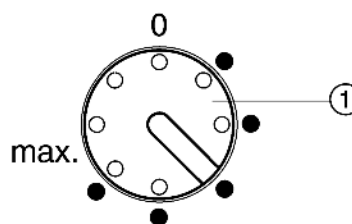

Fig. 2
- ▶ Tourner le thermostat *Fig. 2 (1)* vers la droite à l'aide d'une pièce de monnaie.
► Positionner le thermostat Fig. 2 (1) sur le point 3.